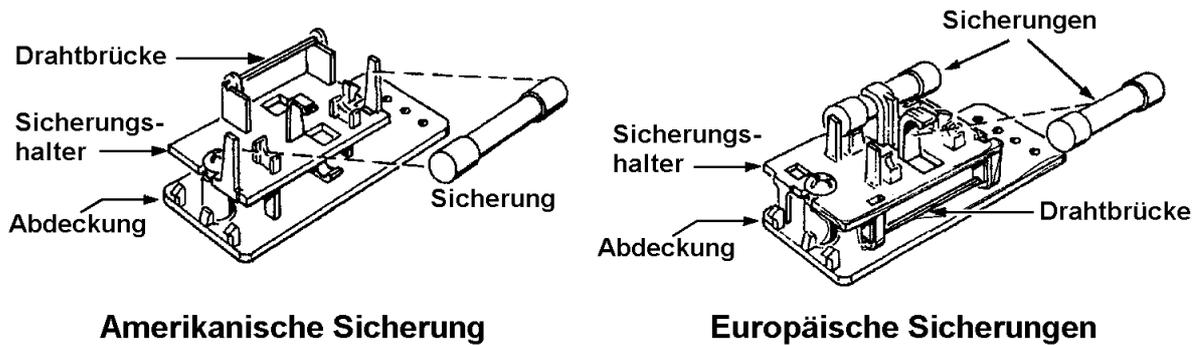

Bild 5-3: Einsetzen der Sicherungen
3. Wechseln Sie die Sicherung aus, wie in Bild 5-3 dargestellt.